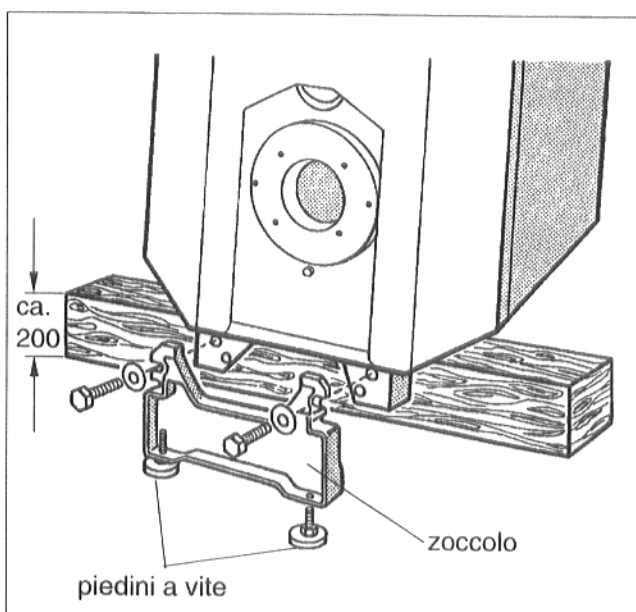

Fig. 5
- Inclinare la caldaia leggermente verso il retro e supportarla in questa posizione assicurando contro scivolamenti laterali in modo da poter avvitare senza pericolo lo zoccolo ai piedi della caldaia (Fig. 5).
- Posizionare la mensola dello zoccolo anteriore sotto i piedi della caldaia (Fig. 5 e 6).
- Inclinare la caldaia leggermente verso il davanti e supportarla in questa posizione assicurando contro scivolamenti laterali in modo da poter avvitare senza pericolo lo zoccolo ai piedi della caldaia (Fig. 5).
- Posizionare la mensola dello zoccolo posteriore sotto i piedi della caldaia (Fig. 5 e 6).